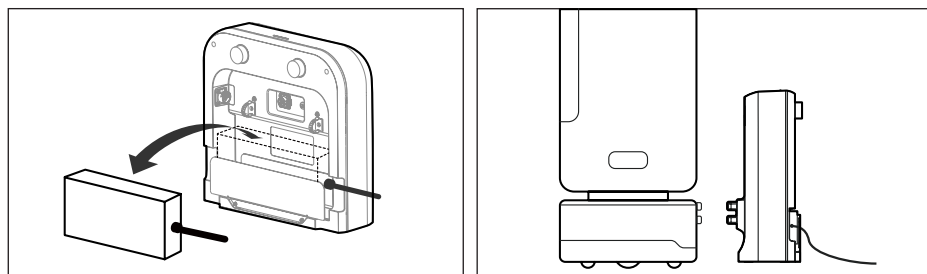

図 3
2. アダプターポートを充電ステーションに接続するには、アダプターをカードスロットに挿入します（図 3 を参照）。
4. アダプターを充電ステーションに接続した後は、充電ステーションが安定して設置されていることを確認し、ロボットを充電ステーションにドッキングさせて充電します（図3を参照）。